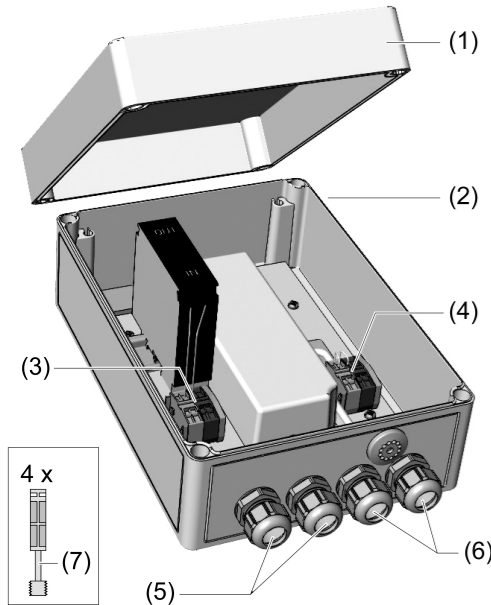

Bild 1
- Abdeckung (1) vom Gehäuse (2) abnehmen (Bild 1).